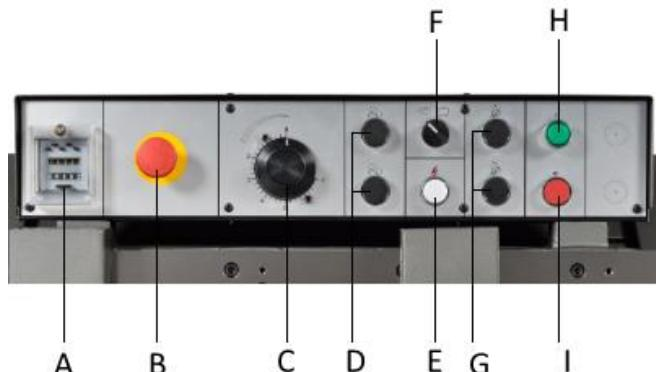

Рис. 2
- Переведите переключатель (F, рис.2) на ручной режим работы.
- Поднимите раму пилы (D, рис.2) и зажмите заготовку в тисках.
- Нажмите кнопку «Пуск» (Н, рис.2). Пила начнет движение, рама будет опускаться с выбранной скоростью. Скорость подачи рамы можно регулировать в процессе работы.
Поднимите пильную раму зафиксируйте её (закройте регулятор подачи С, рис.2).